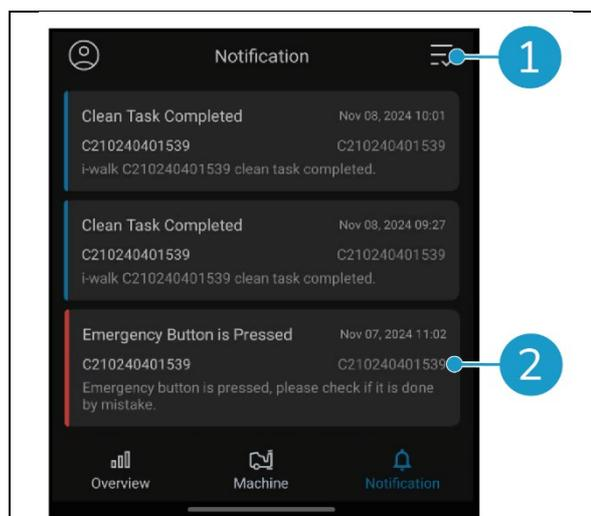

Figure 37
- Appuyez sur le bouton en haut à droite (Figure 37, pos. 1) pour marquer tous les rapports en cours comme lus et les supprimer de la vue.
- Appuyez sur une notification spécifique (Figure 37, pos. 2) pour l'afficher plus en détail.